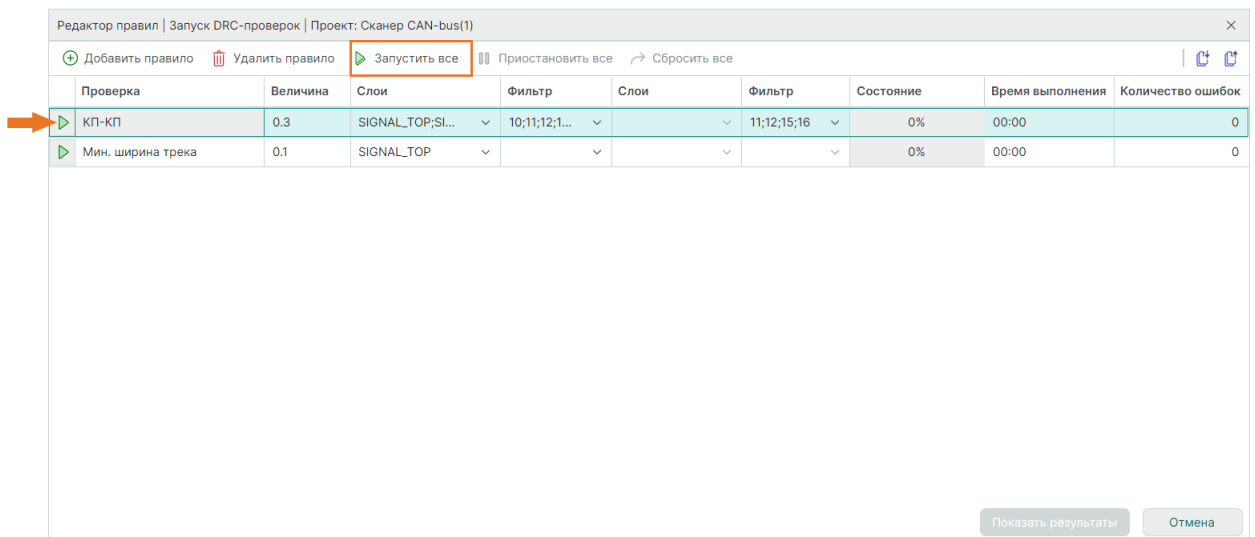

Рис. 473 Запуск проверки
4. Для запуска проверки одного правила используйте кнопку  слева от строки правила, для проведения проверки с использованием всех добавленных правил нажмите «Запустить все», см. Рис. 473.